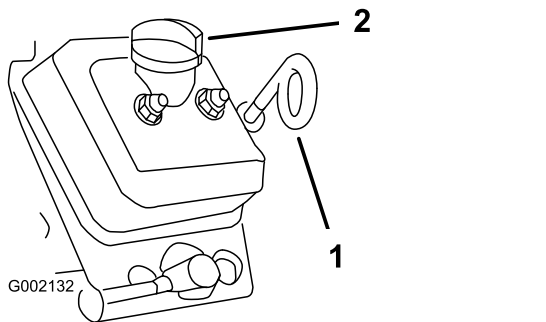

Рисунок 33
- Очистите поверхность вокруг измерительного щупа и крышки заливной горловины тканью (Рисунок 33), чтобы загрязнения не могли попасть в трубку измерительного щупа или заливную горловину и привести к повреждению двигателя.
- Извлеките масломерный щуп и протрите его начисто (Рисунок 33).
- Вставьте масломерный щуп в трубку щупа и убедитесь в том, что он установлен до упора (Рисунок 33).
- Установите крышку заливной горловины на место (Рисунок 33).
- Вставьте измерительный щуп до упора (Рисунок 33).